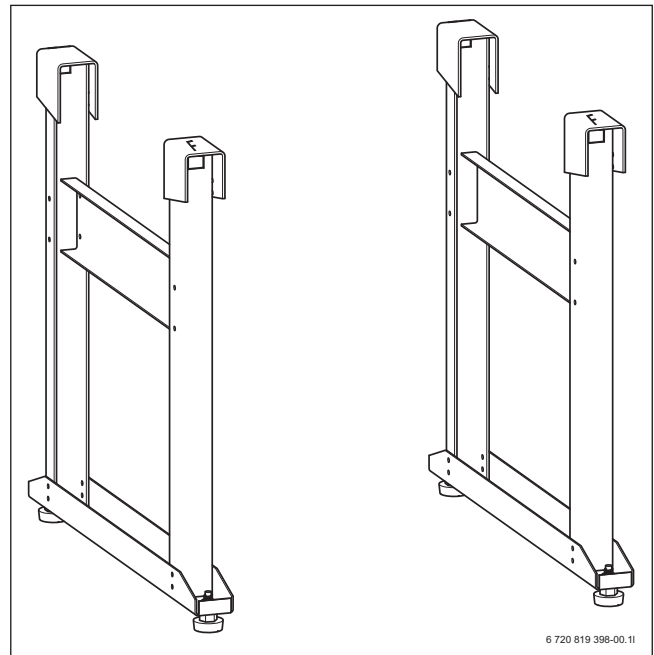

Bild 13 Kennzeichnung an den BefestigungsfüÙen
- ▶ Montagerichtung des Gestells beachten: Die Seite, an der ein „F“ in die BefestigungsfüÙe gestanzt ist, muss mit der Ausblasseite übereinstimmen (→ Bild 13).